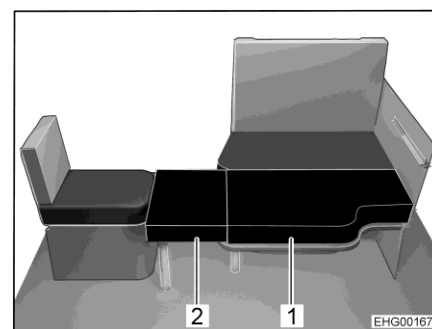

Fig. 69 Après la transformation
La banquette longitudinale peut, avec le siège individuel latéral et le plateau de la table suspendue abaissée, être transformée en un lit supplémentaire. Deux coussins supplémentaires sont nécessaires pour obtenir une couchette. L'un des coussins supplémentaires (Fig. 69,2) est doté d'un repose-pieds dépliant et d'une équerre de support. L'autre coussin supplémentaire (Fig. 69,1) doit être posé sur le plateau de table.
- Déplier le repose-pieds sur le plus petit des coussins supplémentaires (Fig. 69,2).
- Accrocher l'équerre de support du coussin supplémentaire (Fig. 69,2) au siège individuel et poser le coussin sur le plateau de table.
- Poser le second coussin supplémentaire (Fig. 69,1) sur le plateau de table.